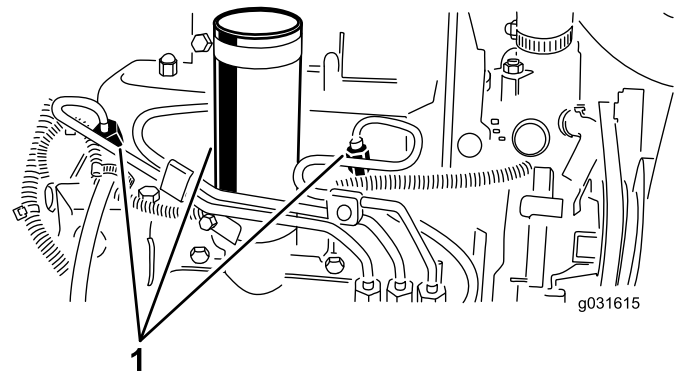

Figure 51
1. Desserrez le raccord entre l'injecteur n° 1 et le porte-injecteurs (Figure 51).